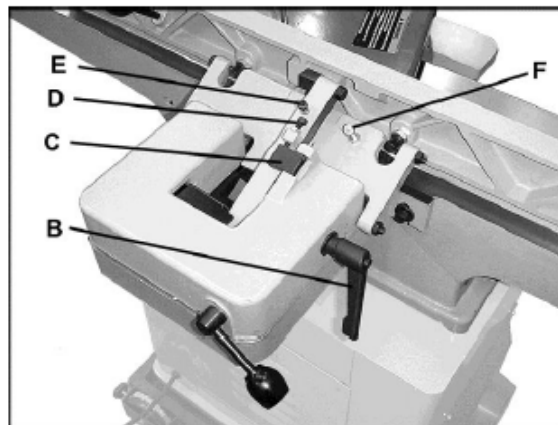

Рис. 10
- Регулировка данного упора осуществляется с помощью винта (D, Рис. 10).
- Ослабьте зажимную рукоятку (В, Рис. 10) и шестигранную гайку на винте (D, Рис. 10).
- Установите угольник на стол вплотную к упору и переместите упор, чтобы он встал точно под углом 90°. Закручивайте винт (D, Рис. 10) до тех пор, пока он не коснется стопорного блока (С, Рис. 10).
- Затяните шестигранную гайку (D, Рис. 10) и зажимную рукоятку (В, Рис. 10).
- Регулировка данного упора осуществляется с помощью винта (Е, Рис. 10).
- Ослабьте зажимную рукоятку (В, Рис. 10) и шестигранную гайку на винте (Е, Рис. 10).
- Закручивайте винт (Е, Рис. 10) до тех пор, пока он не коснется литого основания под ним.
- Затяните шестигранную гайку (Е, Рис. 10) и зажимную рукоятку (В, Рис. 10).
- Выщелкните стопорный блок (С, Рис. 10).
- Регулировка данного упора осуществляется с помощью винта (F, Рис. 10).
- Ослабьте зажимную рукоятку (В, Рис. 10) и шестигранную гайку на винте (F, Рис. 10).
- Закрутите винт (F, Рис. 10) до нужной высоты.
- Затяните шестигранную гайку (F, Рис. 10) и зажимную рукоятку (В, Рис. 10).